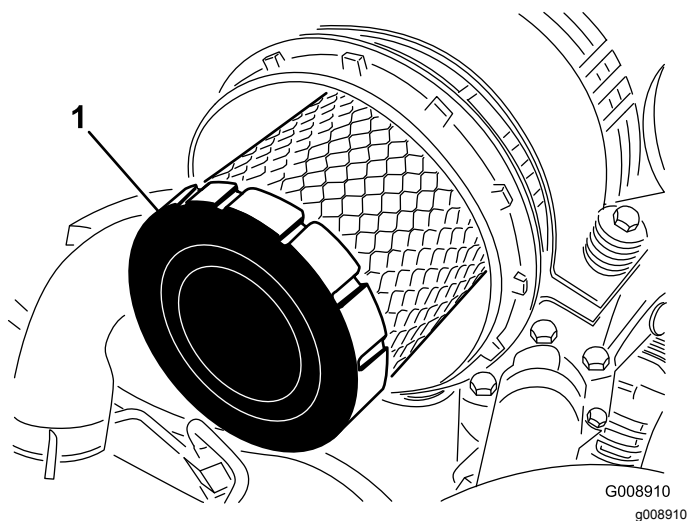

Figura 89
4. Retire el filtro primario (Figura 89).